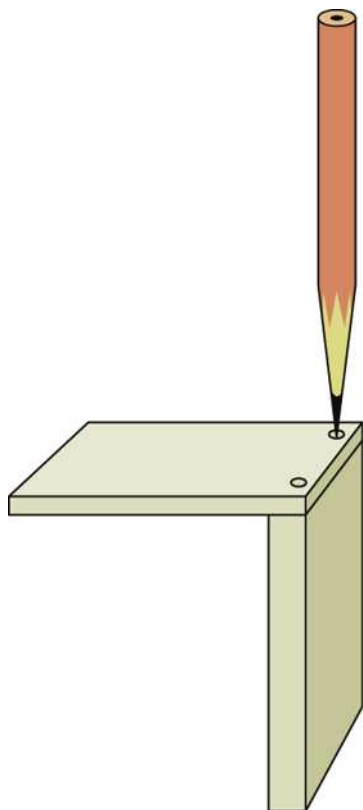

Рис. 5.87. Разметка отверстий во второй более толстой детали из пластика толщиной 6,4 мм
2. Зафиксируйте или сожмите детали между собой в нужном положении и, вставив ручку или карандаш через отверстия более тонкого пластика, выполните разметку на торце детали из пластика толщиной $1/4''$ (6,4 мм) (рис. 5.87).